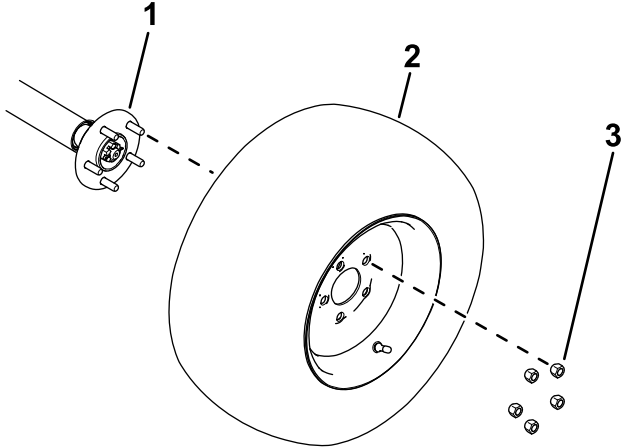

Bild 8
1. Verwenden Sie die zuvor entfernten Radmuttern, um die Räder an der Radnabe zu befestigen (Bild 8).